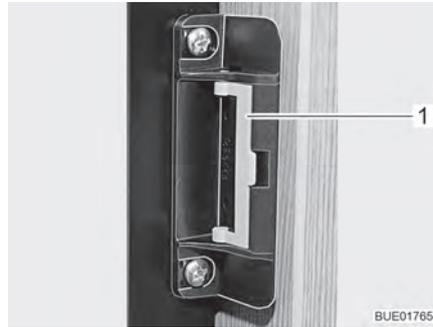
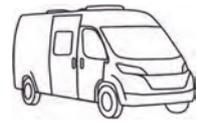

Bild 73 Verschlusseinrichtung in Normalstellung
Bild 74 Verschlusseinrichtung in Lüftungsstellung
- Den Bügel (Bild 73,1) nach vorn schwenken (Bild 74).